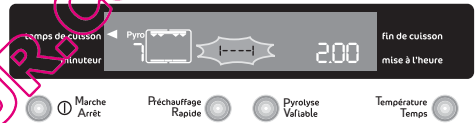

Fig. 20
3. En même temps, le symbole indiquant le symbole  et l'indication "**Pyro**" clignotent sur l'écran et un signal sonore retentit (Fig. 20).
3. En même temps, le symbole indiquant les supports des grilles , s'ils sont présents dans l'appareil, et l'indication "**Pyro**" clignotent sur l'écran et un signal sonore retentit (Fig. 20). Avant d'activer la fonction pyrolytique, enlevez les supports des grilles, si présent, et tous les accessoires de four.